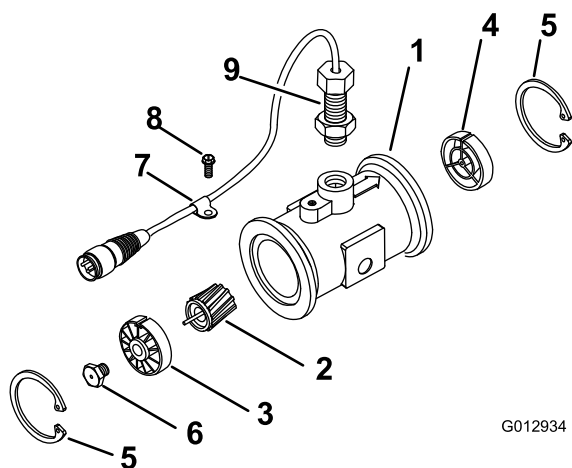

Figure 66
3. Déposez le circlip en amont (Figure 66).